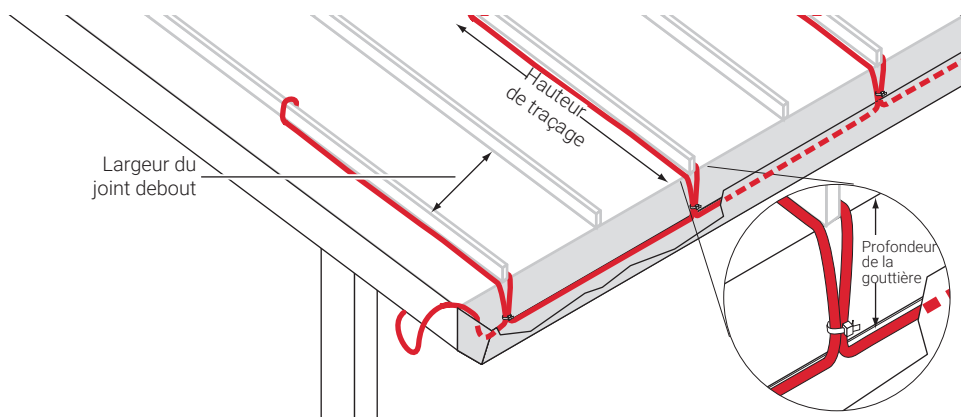

Figure 4 Disposition sur un toit à joint debout
Dans le cas des toits en pente avec joint debout en métal, les digues de glace peuvent se former sur le rebord. Afin de maintenir une voie d'écoulement continu pour l'eau de fonte, acheminez le câble chauffant le long des joints selon ce qui est illustré à la Figure 4 ci-dessous et suivez les recommandations visant les fixations appropriées à l'Étape 2. Il peut être nécessaire d'ajouter des câbles chauffants pour les descentes d'eau et les noues.
Remarque : Les méthodes de fixation ne sont pas illustrées de façon intentionnelle à la Figure 4. Pour les méthodes de fixation, passez à l'« Étape 2. Méthodes de fixation » à la page 15.
- Acheminez le câble chauffant sur un côté du joint, faites une boucle de l'autre côté, puis ramenez-le vers le fond de la gouttière. Poursuivez dans le fond de la gouttière jusqu'au troisième joint et répétez le processus (voir la Figure 4). Si les panneaux de toit en métal ont plus de 24 po de largeur, tracez chaque joint le long du rebord de toit.
- Ajoutez six (6) pouces de câble chauffant pour chaque pied de rebord de toit afin de prolonger le câble chauffant sur le toit jusqu'au bas de ce dernier de façon à rejoindre la section de câble chauffant se trouvant dans la gouttière. Cela permettra de s'assurer d'avoir une voie continue permettant l'écoulement de l'eau de fonte. Fixez les câbles chauffants à l'aide d'attaches résistant aux UV.